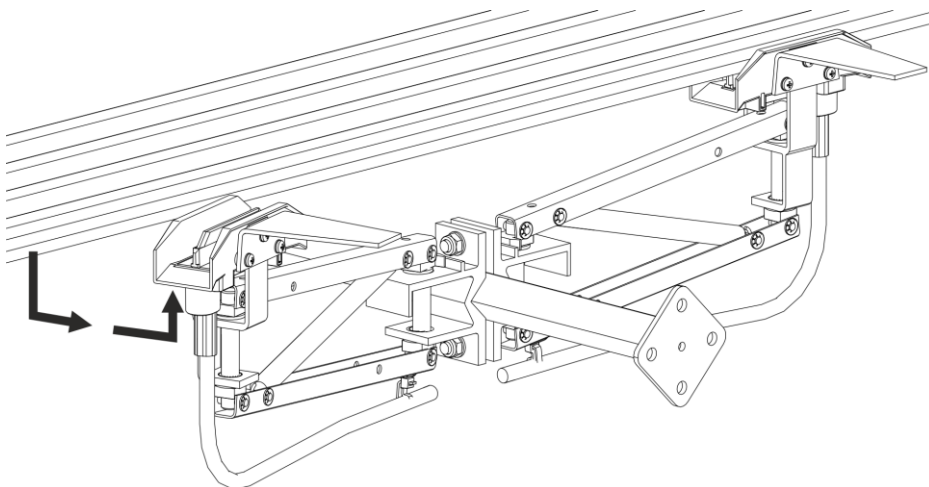

Fig. 126 : Retirer le collecteur de courant du rail conducteur
- Tirer le collecteur de courant vers le bas sous l'action d'un ressort et le dévisser latéralement afin de pouvoir retirer le collecteur de courant du rail conducteur (voir Fig. 126). En présence de plus de trois pôles, il peut être nécessaire de démonter le collecteur de courant de l'entraîneur.